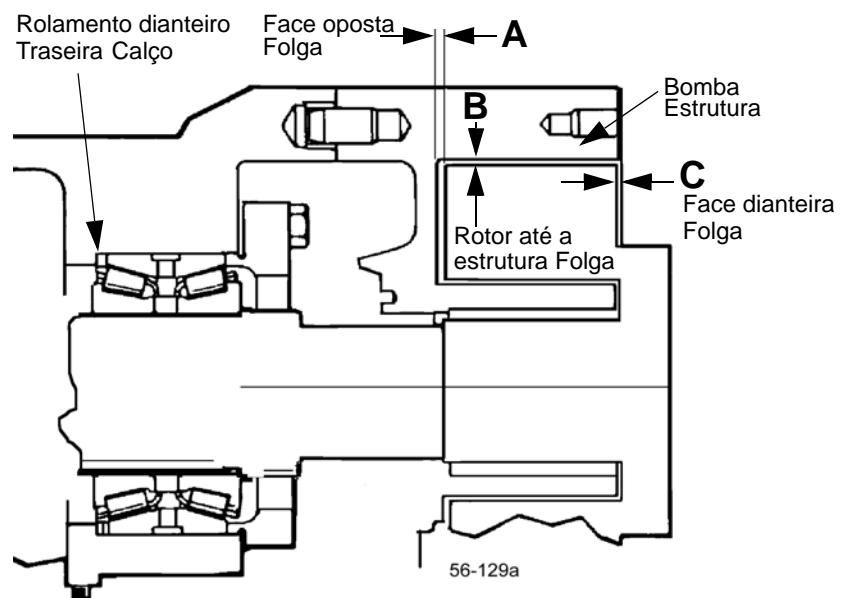

Figura 94 - Medições de folga
2. Com um calibre de lâminas, meça a folga da face oposta do rotor (Figura 94, item A) por meio da porta ou da parte dianteira.
3. Meça a folga da face dianteira do rotor (Figura 94, item C).
4. Meça a folga do rotor até a estrutura (Figura 94, item B).